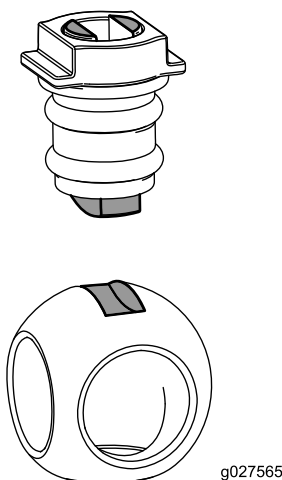

Figure 114
6. Insérez la bille dans le corps de la vanne (Figure 114).
Remarque: La tige de la vanne doit entrer dans la fente d'entraînement de la bille. Si la tige de la vanne ne rentre pas, ajustez la position de la bille (Figure 114).